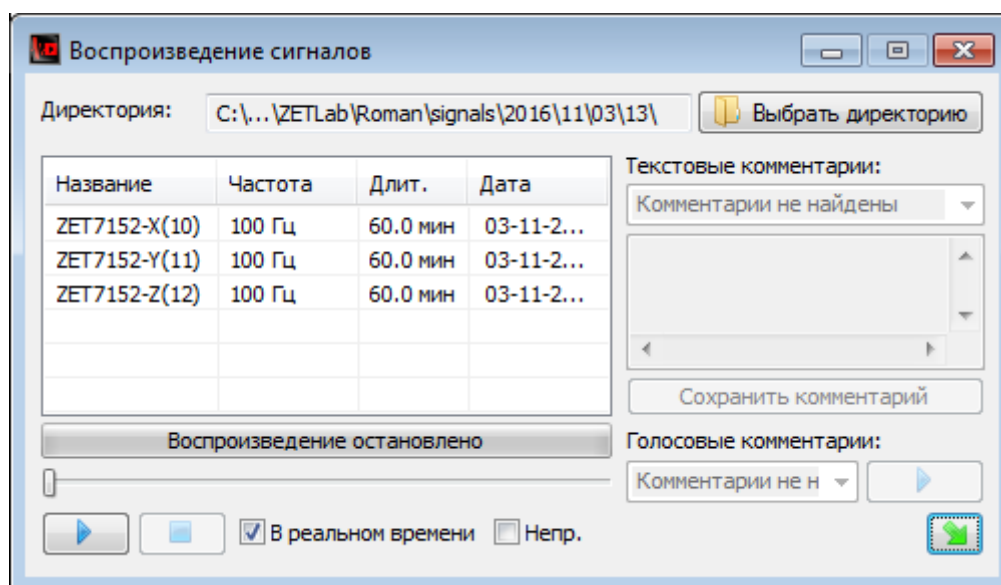

Рис. 3.10 Программа «Воспроизведение сигналов»
3. Окно программы «Воспроизведение сигналов» представлено на Рис. 3.10.